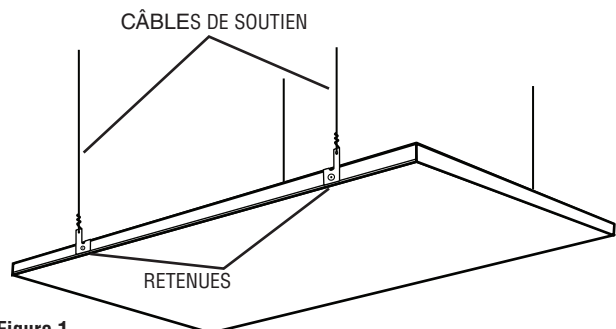
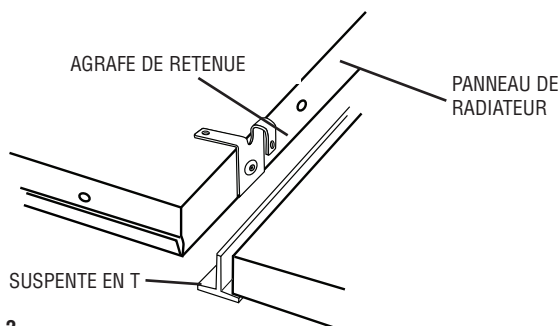

Figure 1
Figure 2
POUR ÉVITER DE POSSIBLES BLESSURES PAR CHUTE DE PANNEAUX, LES SUSPENTES EN T DOIVENT ÊTRE BIEN FIXÉES À LA STRUCTURE DU BÂTIMENT ET CAPABLES DE SUPPORTER LE POIDS DU PANNEAU (30 LBS SOIT 13,6 KG). DES TROUS SONT EN PLUS FOURNIS POUR SUSPENDRE LE PANNEAU DE CHAUFFAGE (VOYEZ LA FIGURE 1) PAR DES CÂBLES MÉTALLIQUES D'AU MOINS LE CALIBRE 18 (DIAMÈTRE DE 0,047" OU 1,19 MM). CES FILS DE MAINTIEN SUPPLÉMENTAIRE DOIVENT ÊTRE UTILISÉS QUAND LA SOLIDITÉ DU SYSTÈME DE SUSPENTES EN T EST INADÉQUATE OU SI DES VIBRATIONS SONT PRÉVISIBLES.
- Les panneaux de chauffage sont livrés avec quatre agrafes de suspension/retention qui sont situés sur chaque grand côté du panneau. Ces agrafes peuvent être utilisées pour suspendre le radiateur avec des fils de maintien (voyez la Figure 1), ou courbés pour agraffer sur la suspente en T (voyez la Figure 2). Levez avec soin le panneau de chauffage en place, en vous assurant que ces agrafes de retenue s'accrochent bien sur la suspente en T (voyez la Figure 2).